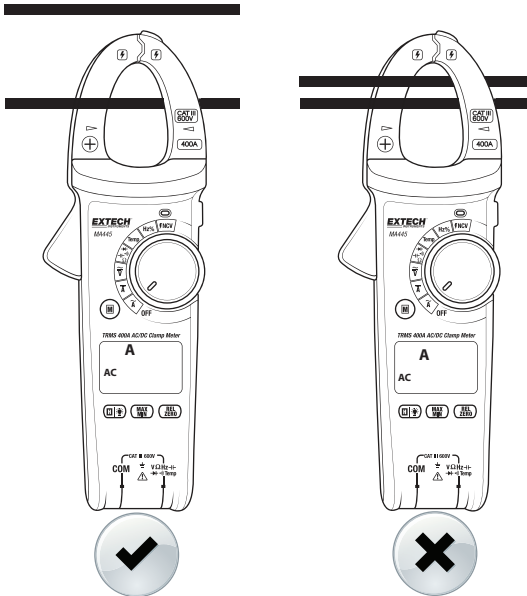

图 2 – 正确和不正确夹紧 ACA
4. 将钳口仅放在一个导体周围。关于正确与不正确夹紧的方式，请参阅图 2。
4. 按下钳口触发器张开钳口。将钳口仅放在一个导体周围。关于正确与不正确夹紧的方式，请参阅图 2（前一章节）。